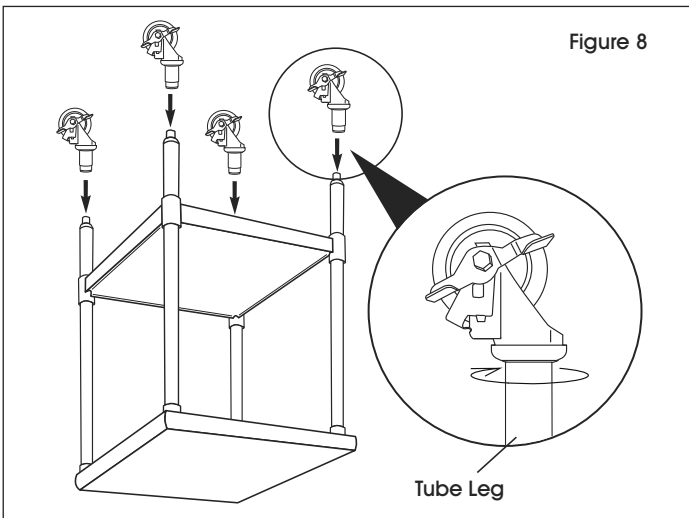

Figure 8
4. With caster fully inserted into the leg, turn clockwise until caster is secured to tube leg. (See Figure 8)
4. Une fois la roulette complètement insérée dans le pied, tournez dans le sens horaire jusqu'à ce que la roulette soit fixée au tube de pied. (Voir Figure 8)